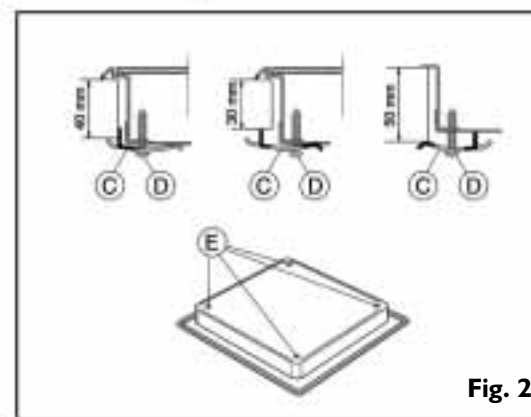

Fig. 2
- Attention :** si la table de cuisson est installée sur une surface autre que du bois (marbre, plastique, céramique, pierre, etc.), n'oubliez pas de vous procurer les équerres de fixation (Fig. 2) auprès du Service Après-vente, en indiquant la référence 481 9 404 78697.
- **Si le plan de travail est en marbre, en plastique, en céramique ou en pierre, etc.**, la table de cuisson doit être fixée au moyen d'étriers spéciaux (C) (fig. 2).
2. Installez les 4 étriers (C) comme le montre la fig. 2, en fonction de l'épaisseur du plan de travail.
3. Fixez les 4 vis (D) dans les trous (E) (fig. 2).